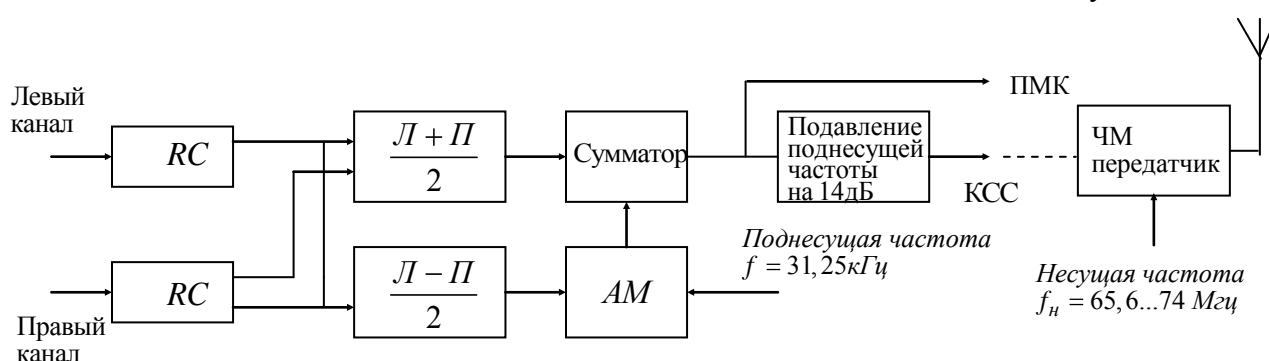

Рис.1.1. Функциональная схема полярного модулятора
полярной модуляции является схема, приведенная на рис.1.1. В ней из левого L и правого Pi каналов стерео тракта формируются полу сумма и полу разность сигналов. Разностным сигналом осуществляется амплитудная модуляция (AM) поднесущей с частотой $f = 31,25$ кГц. Затем этот AM сигнал суммируется с сигналом $(L+Pi)/2$. Это и есть полярно модулированное колебание (ПМК).